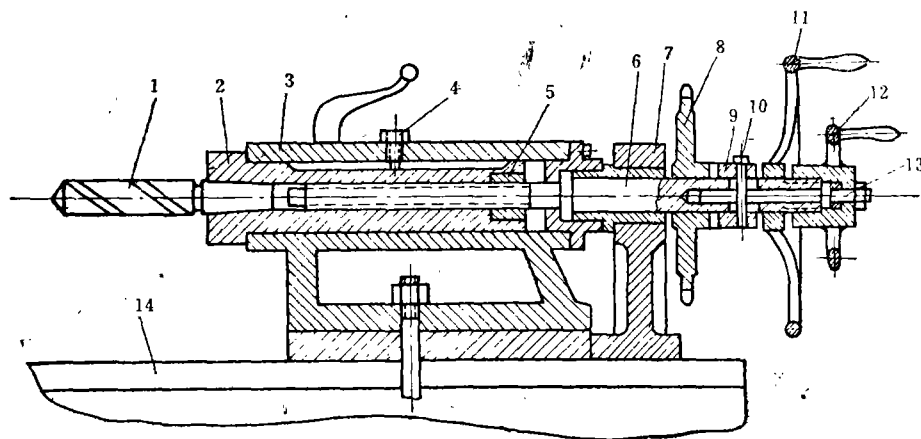

图1 尾座给进机构
1.尾座给进机构及工作原理 如图1所示,尾座3内的钻套2的一端装钻头1,另一端紧固螺母5内穿过丝杆6。丝杆右端的链轮8是空套在上面的。丝杆的右半部分是空心的,内装有推杆13,外装有牙嵌离合器9,这三者用销钉10穿过,销钉可在丝杆的槽内作轴向移动。手轮12与丝杆用螺纹连接。手轮12右旋时,带动推杆借助销钉推动牙嵌离合器前移,与链轮8上的牙嵌结合。链轮转动时便带动丝杆旋转,从而使钻头1给进。螺钉4是限制钻套旋转使之只作轴向移动的定位螺钉。